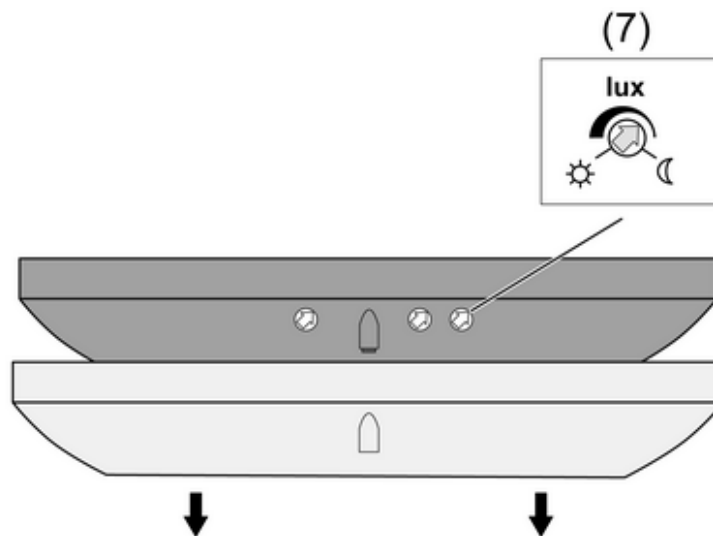

Bild 9: Einsteller Helligkeit
Beim Einlernen des ersten Präsenzmelders in den Empfänger darf der Helligkeitsregler (7) nicht auf das Symbol Mond zeigen (Bild 9). Ein so eingestellter Präsenzmelder kann nicht als Erster in einen Empfänger gelernt werden.
- Helligkeits-Sollwert am Präsenzmelder (7) so einstellen, dass das resultierende Helligkeits-Niveau im Raum der gewünschten Helligkeit entspricht bzw. das Licht einschaltet (Bild 9). Eventuell muss dazu der Raum abgedunkelt werden.
- Um den Lichtregelungstest-Modus zu beenden, Taste (4) kurz drücken oder ca. 5 Minuten warten.